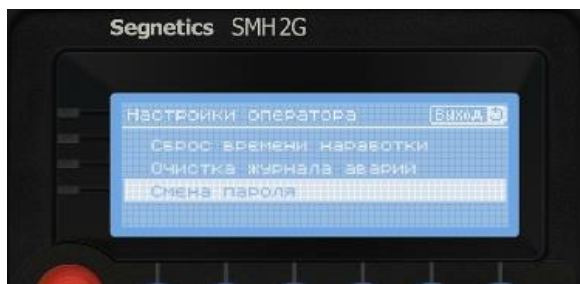

Рисунок 22. Настройки оператора
Вход в меню “Настройки оператора” (Рисунок 22) возможен только после ввода пароля (321) оператора.